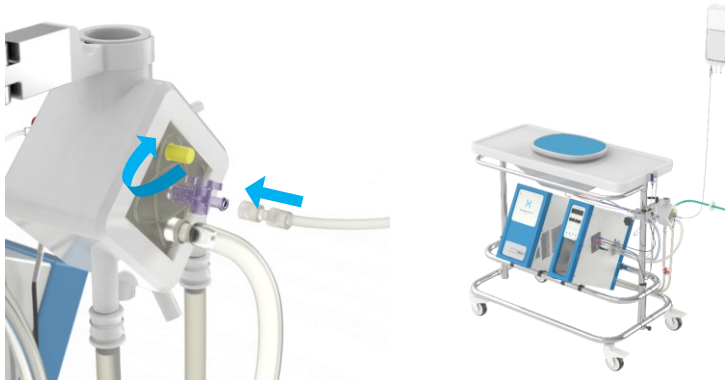

Abbildung 19 Entfernen der gelben Kappe und Anschluss der Füllleitung
- Entfernen Sie die gelbe Entlüftungskappe am Oxygenator (Abbildung 19). Werfen Sie die gelbe Kappe nicht weg.